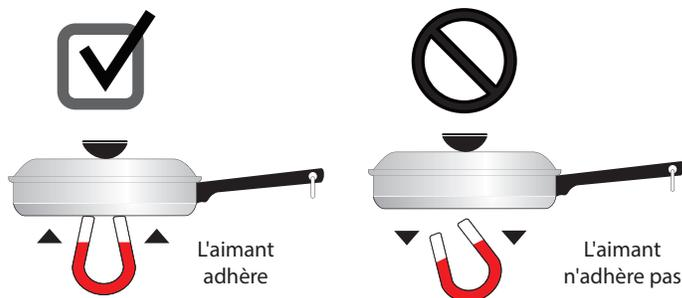

Figure 4: Test de l'aimant
Le type d'ustensile de cuisson utilisé et sa dimension influencent le réglage de la température nécessaire à l'obtention de résultats de cuisson optimaux. Assurez-vous de suivre les recommandations relatives à l'utilisation des ustensiles appropriés, tel qu'illustré sur la Figure 2 et la Figure 4.
- **Acier inoxydable** - Conducteur de chaleur lent qui donne des résultats de cuisson variables. Il est durable, facile à nettoyer et il résiste aux taches. Certains types d'acier inoxydable ne fonctionneront pas sur une table de cuisson à induction. Utilisez le test de l'aimant (Figure 4) pour vérifier le magnétisme de votre ustensile de cuisson en acier inoxydable.
- **Émail vitrifié sur métal** - Les caractéristiques de chauffage varient selon le matériau de base. Un ustensile fait d'un métal compatible recouvert d'émail vitrifié fonctionnera sur une table de cuisson à induction. Utilisez le test de l'aimant (Figure 4) pour vérifier le magnétisme de votre ustensile de cuisson en émail vitrifié. To see if a piece of cookware will work on your induction cooktop, try to stick a magnet to it. If the magnet clings firmly to the bottom of the cookware, the cookware will work on your induction cooktop.
Pour vérifier qu'un ustensile de cuisson fonctionnera sur votre table de cuisson à induction, essayez d'y faire coller un aimant (voir Figure 4).